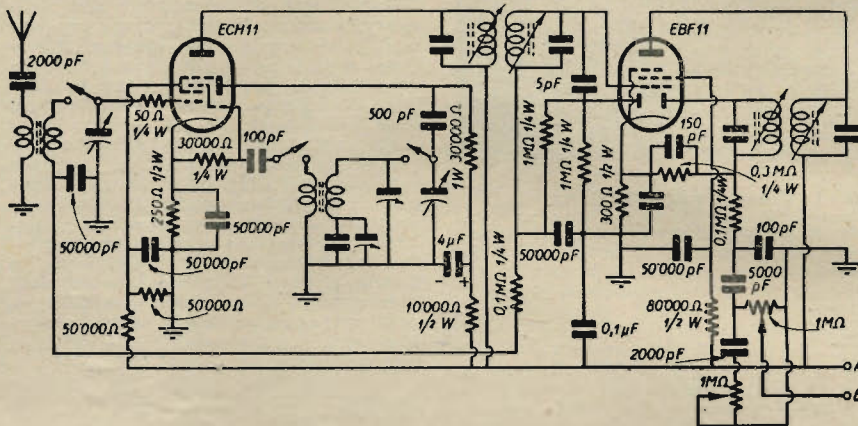

Fig. 43 - (Cons. 6661) - Sintonizzatore plurionda a cambiamento di frequenza - A = +250 V - B = all'elett. di controllo (g1) del tubo successivo.
1) un sintonizzatore plurionda a cambiamento di frequenza, seguendo lo schema riportato nella fig. 43 oppure quello della fig. 44;
Amplific. della frequenza intermedia - Rivelatore - C.A.S. - Preamplificat. della tensione di B.F. (Variante allo schema di fig. 43)